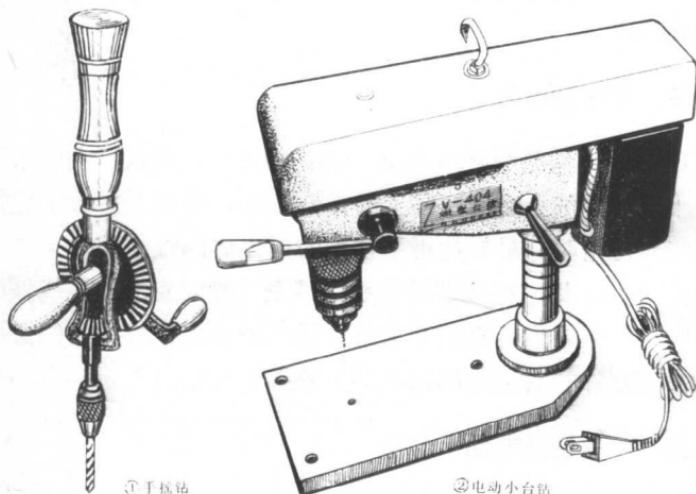

图 1-2-3 手摇钻及电动小台钻
1. 手摇钻: 手摇钻是用来在金属板、木板或印制电路板上打孔用的(图1-2-3-①)。在钻孔前, 需先在钻孔处作好标记或
2. 小型电台钻：(图 1-2-3-②) 要精确地对印制电路板上的复杂线路钻孔，使用手摇钻往往在钻孔时由于把不稳而使钻孔点发生偏离。若使用电台钻，会大大地提高工作效率和钻孔质量。所以在可能的条件下应备有小型单向 220V 电台钻。使用时要将钻头紧固在三爪钻夹头内。露出的钻头不宜过长。被钻的印制电路板要用手按牢，下垫一木块，事先调好位置，以钻头恰好能穿透电路板为宜。钻孔时要先开电源，使钻头正常转动后，再用手柄操纵钻头下移，穿透印制电路板。一定要注意安全，万勿使被钻物体松脱而随钻头一起转动。